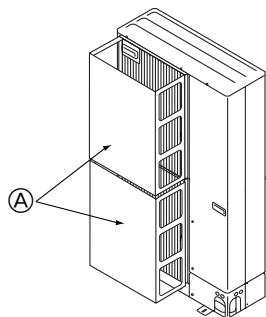

Fig. 2-15
- ① Montera en luftledare (tilval) om enheten installeras på en plats där stora vindar, t.ex. vid en storm, direkt kan tränga in i luftutblåset. (Fig. 2-15)